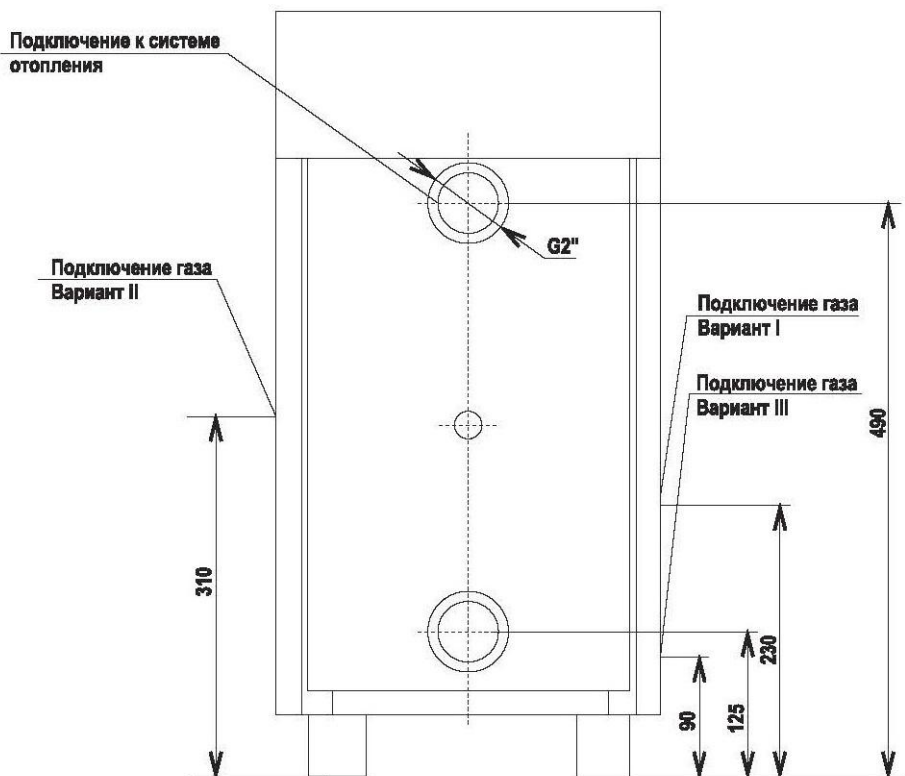

Рис. 7.2 Схема подключения котлов КСГ-10; КСГ-12,5
- 7.11 Схемы подключения к отопительной, газовой и системе горячего водоснабжения котлов «BaltGaz Therm» (рис. 7.2).